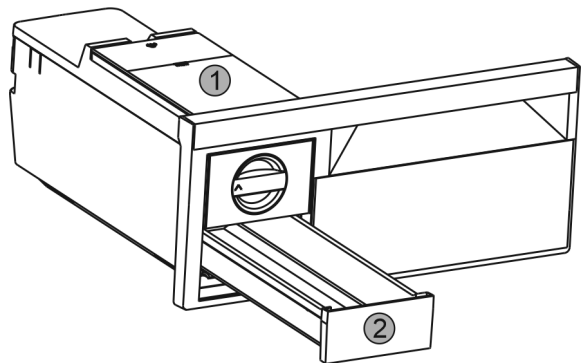

Fig. 38
- ▶ Watertank *Fig. 38 (1)* en ijsblokjeslade *Fig. 38 (2)* verwijderen.